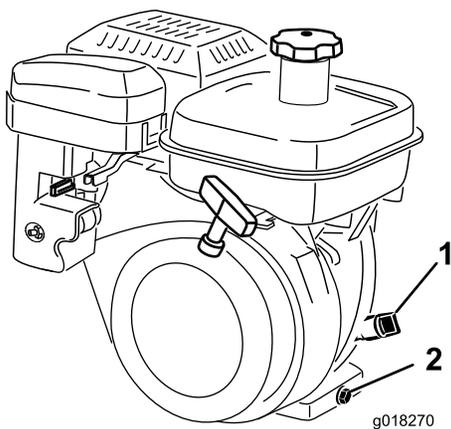

图34
2. 调整机器使发动机保持水平并清洁量油尺周围的区域图34。
3. 逆时针旋转量油尺然后将其取出 (图34)。
2. 在机器后部的排油塞下放置一个放油盘 (图34)。拧松排油塞。